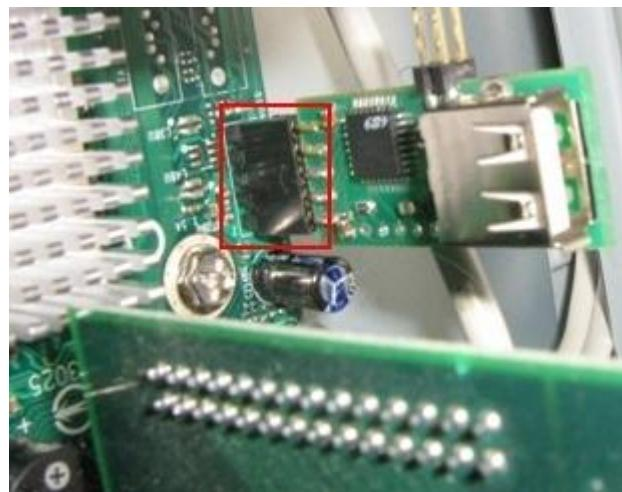

Рис. 2.3—8 Подключение устройства «USB Watchdog» к материнской плате
- Подключить кабель кнопки «Reset» к четырехштырьковому разъему устройства «USB Watchdog» с помощью пары контактов 1/0, либо 2/0 (Рис. 2.3—9). Пример подключения кабеля кнопки «Reset» к «USB Watchdog» представлен на Рис. 2.3—10.